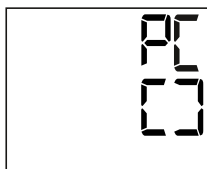

Fig. 1
- Avviare la trasmissione dei dati nel software per PC „medi.connect“. Durante la trasmissione dei dati sul display viene visualizzata un'animazione. La riuscita della trasmissione dei dati viene rappresentata sul display del misuratore di pressione come raffigurato nella Fig. 1.